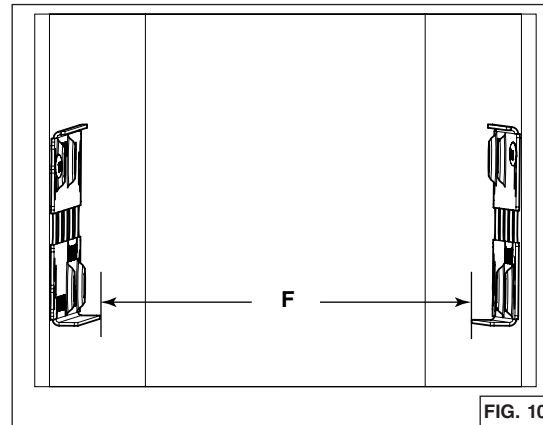

FIG. 10
7. Medir la distancia entre ambos bordes inferiores de los soportes (F) (FIG. 10). La tabla siguiente indica la distancia adecuada.